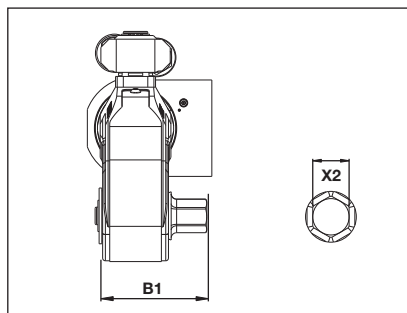

Fig.34
6.8 Mål og spesifikasjoner, metrisk SDA-serien unbrakonøkkel trekkere (Fig. 34)
6.9 Mål og spesifikasjoner, britisk SDA-serien unbrakonøkkeltrekkere (Fig. 34)